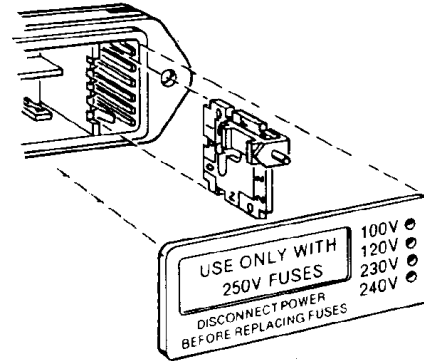

Figure 4. Modifier la tension d'alimentation secteur.
- La carte de sélection de tension est un petit circuit imprimé équipé d'une cheville indicatrice en plastique blanc, installée dans un boîtier situé à la droite du module d'entrée d'alimentation, comme illustré à la figure 4. Tirez la carte de sélection de tension hors